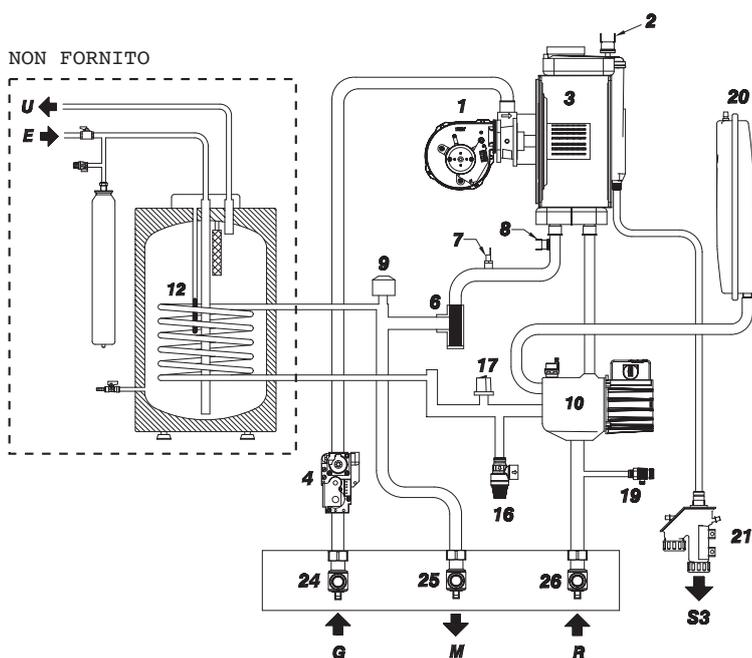

Fig. 2
1.4 SCHEMA FUNZIONALE (fig. 2)